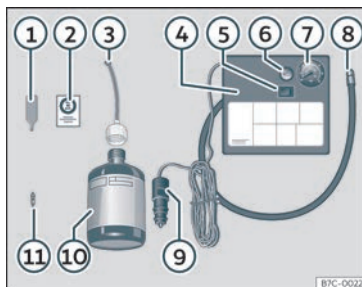

Fig. 34 Représentation standard : contenu du kit anticrevaison.
Le kit anticrevaison se trouve dans le coffre à bagages, sous le revêtement de plancher. Il inclut les composants suivants»» fig. 34 :
- Dévissez le capuchon et l'obus de la valve du pneu. Utilisez l'appareil»» fig. 34 ① pour extraire l'obus. Placez-le sur une surface propre.
- Agitez fortement la bouteille de produit de colmatage des pneus»» fig. 34 ⑩.
- Vissez le tuyau de gonflage»» fig. 34 ③ sur la bouteille de produit de colmatage. Le plombage du goulot de la bouteille est automatiquement percé.
- Retirez le bouchon du tuyau de remplissage»» **fig. 34 ③**, puis vissez l'extrémité ouverte du tuyau sur la valve du pneu.
- Placez de nouveau l'obus de valve sur la valve du pneu avec l'outil»» **fig. 34 ④**.
- Vissez le tuyau de gonflage du pneu du compresseur»» **fig. 34 ⑧** sur la valve du pneu.
- Vérifiez si la vis d'évacuation d'air est serrée»» **fig. 34 ⑥**.
- Branchez le connecteur»» **fig. 34 ⑨** à une prise de courant de 12 volts du véhicule »» page 158.
- Raccordez le compresseur d'air au commutateur ON/OFF»» **fig. 34 ⑤**.
- Collez l'autocollant»» **fig. 34 ②** sur le tableau de bord, dans le champ de vision du conducteur.
Revissez le tuyau de gonflage»» **fig. 34 ⑤** et vérifiez la pression du manomètre **⑥**.